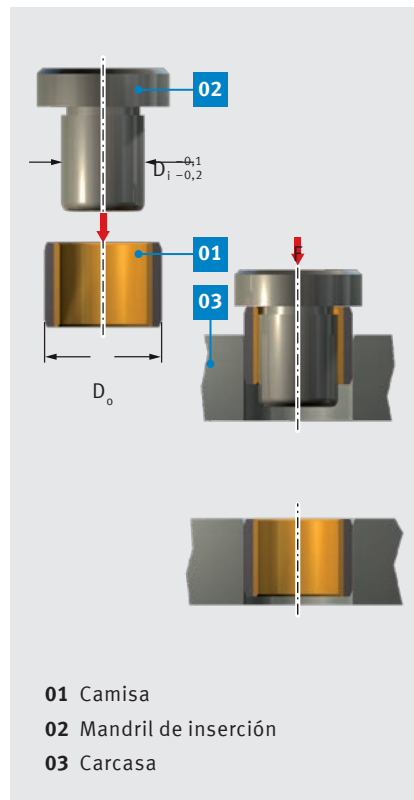

Fig. 52: Inserción a ras  $D_o \leq 55$  mm
- inserción a ras con mandril y sin anillo auxiliar, según la Fig. 52